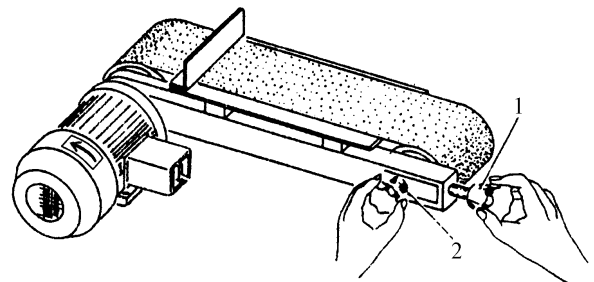

Figure 3
- Agir sur la petite poignée noire située à l'extrémité de la bande (2 fig.3) en la tournant dans le sens horaire pour un positionnement plus à droite et vis-versa.
- Agir sur la poignée noire située à l'extrémité de la bande (1 fig.3) dans le sens horaire pour tendre et vis-versa.
2. Détendre complètement la bande en agissant sur les poignées (1 et 2 fig.3).
4. Effectuer la tension de la bande en agissant sur la poignée (1 fig.3) de façon à glisser juste un doigt entre la bande et la toile graphitée.